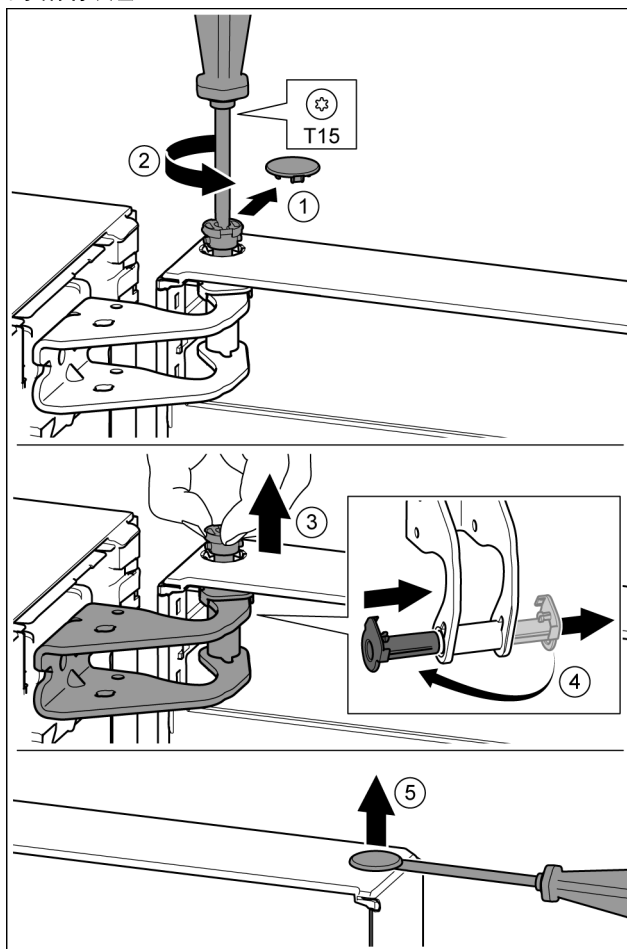

Fig. 12
- 小心拆下安全盖。Fig. 12 (1)
- 用 T15 螺丝刀拧下一枚螺栓。Fig. 12 (2)
- 抓紧门并用手指拔出螺栓。Fig. 12 (3)
- 将轴衬从导向装置拉出。从另一边装入并卡到位。Fig. 12 (4)
- 用带槽螺丝刀小心地从门轴衬上提起堵头并将其拉出。Fig. 12 (5)